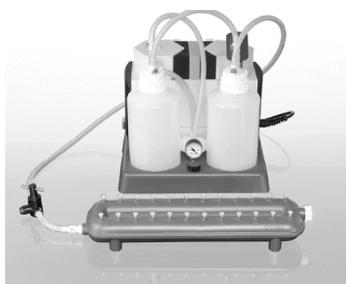

Figure 2. QIAvac 24 Plus, QIAvac Connecting System et Vacuum Pump.
Les VacConnectors doivent être mis au rebut après une seule utilisation. Compte tenu des grands volumes de solution utilisés, le QIAvac Connecting System (ou un système similaire équipé de flacons à déchets) est requis (voir la Figure 2).
- La pression négative est la pression différentielle entre l'intérieur du collecteur à vide et l'atmosphère (pression atmosphérique standard 1 013 millibars ou 760 mm Hg) et peut être mesurée à l'aide du QIAvac Connecting System (voir la Figure 2). Les protocoles exigent une pompe à vide capable de produire un vide de -800 à -900 mbar (p. ex. QIAGEN® Vacuum Pump). Les pressions négatives plus importantes doivent être évitées. L'utilisation de pressions négatives inférieures à celles recommandées peut réduire le rendement et la pureté des acides nucléiques et accroître le risque de membranes obstruées.